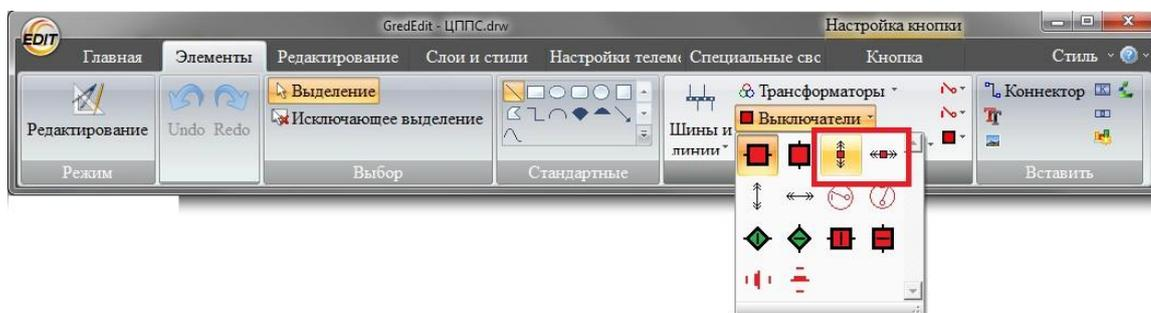

Рисунок 430 – Группа «Выключатели»
- перенести на схему элемент Ячейка КРУ из группы «Выключатели», находящейся в закладке «Элементы» (рисунок 430);